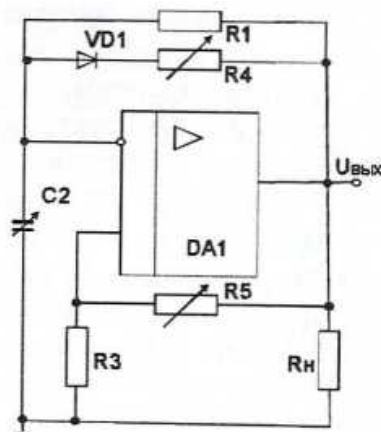

Рис. 3
3.5. Для исследования несимметричного мультивибратора собрать на модуле «Операционный усилитель» схему в соответствии с рис. 3. Использовать выпрямительный диод $VD1$ модуля нелинейных элементов. Установить заданные преподавателем значения параметров элементов схемы. Подключить осциллограф для снятия осциллограмм напряжений. Предъявить схему для проверки преподавателю. Включить электропитание стенда, модуля и осциллографа. Зарисовать осциллограммы напряжения $U_{\text{вых}(t)}$ на выходе мультивибратора и на инвертирующем входе операционного усилителя $U_{c(t)}$. Определить масштабы осциллограмм, а также период следования импульсов и их частоту. Определить соотношение времени положительного и отрицательного импульсов.